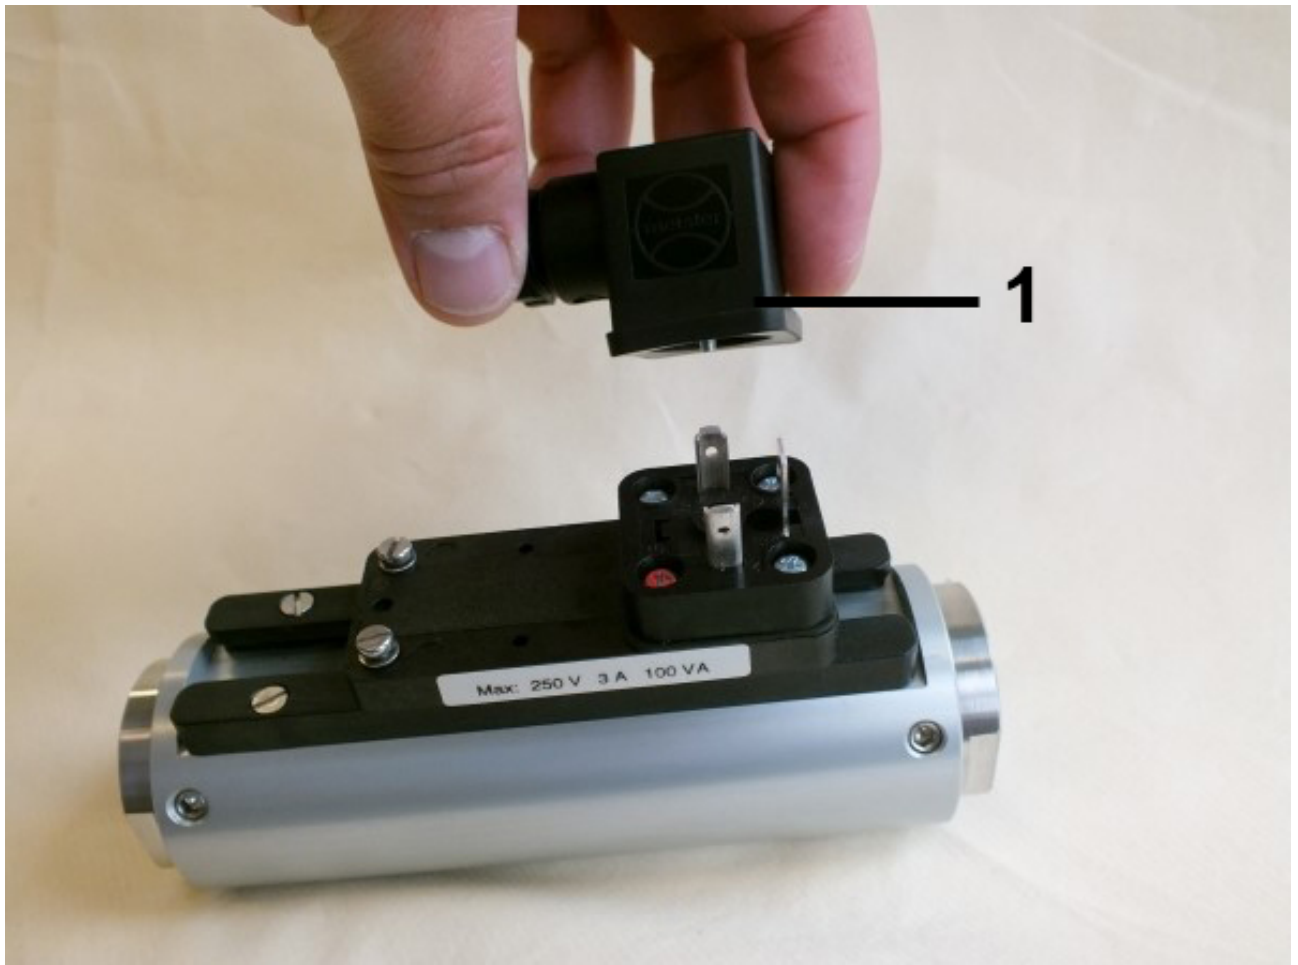

Abb. 64: Steckerdose abziehen
2. ➤ Steckerdose mit dazugehöriger Dichtung (Abb. 64/1) nach oben abziehen